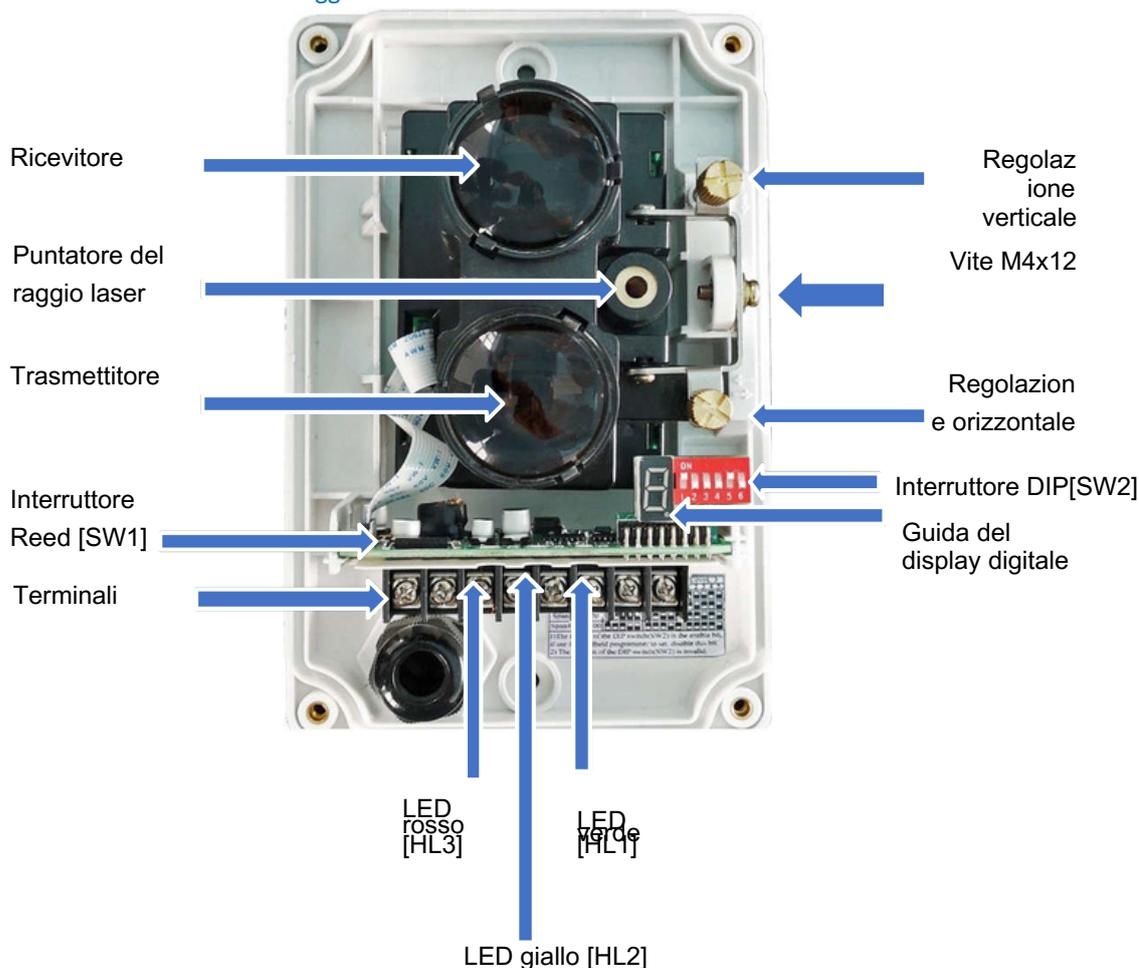

Figura 13: Nomi e posizione
- a. Utilizzando i materiali opachi/traslucidi in dotazione, coprire la metà del fascio con la parte opaca del materiale. Subito dopo l'accensione del LED giallo [Fault], che indica il segnale di guasto. [Il relè di allarme guasto [GZ1 e GZ2] si chiuderà normalmente]. Fare riferimento alla Figura 13.